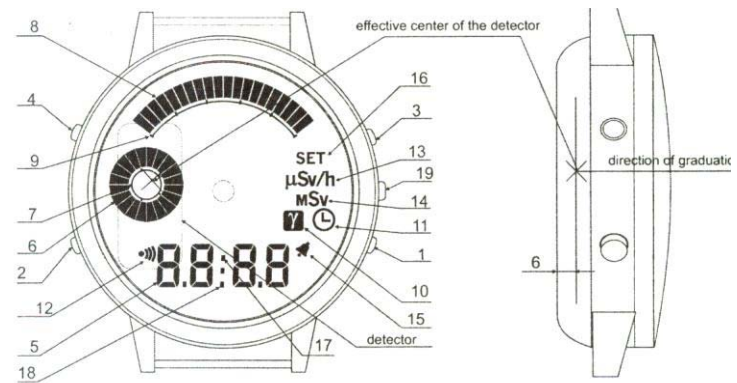

Fig. 1.2
按下并释放“mode”按钮 1 来调整闪烁的数字, 每按一次该数字将增加 1。LCD 将显示闹表打开符号 12 (见 Fig. 1.2) 这意味着在设置了闹表的 ON (打开) 时间之后, 闹表将被打开。
1.3.13 该剂量仪被提供了一个显示背景灯, 它可以在按下按钮 3 (LIGHT) 时被打开 (见 Fig.1.2)
1.4.2 该剂量仪的大体外观在 Fig.1.2 中给出。
一个刻度的指示和一个探测器的有效中心关于它们的厂家校准按照 Fig.1.2 所示进行。该剂量仪正面和围住探测器的外壁的总的表面密度是  $1\text{g/cm}^2$  这提供了对探测器的保护防止产生  $\beta$  辐射的本底。后面的由人的手臂提供相同的保护。
以及改变参数，转换闹表的 ON/OFF，控制剂量率音频指示的 ON/OFF（见 Fig.1.2）
按下按钮 3 “light”(Fig.1.2) 来打开 LCD 的电致发光背景灯。短暂的按下此按钮将使背景灯大约亮 1 秒钟。长时间的按住它（按下并控制该按钮）将使背景灯始终亮着，直到按钮被放开为止。
所指示值的选择由短暂按下“mode”按钮 1 来执行。每次再次按下此按钮都将导致指示的数值按照以下的轮换进行改变: Current Time – DER – DE – 再次出现 Current Time, 等等。(见 Fig.1.2) 相应的符号出现在显示器上。DER,  $\mu\text{Sv/h}$ , “ $\mu\text{Sv/h}$ ”符号, “ $\gamma$ ”符号; DE, mSv, “mSv”符号, “ $\gamma$ ”符号; Current Time, “clock”符号。